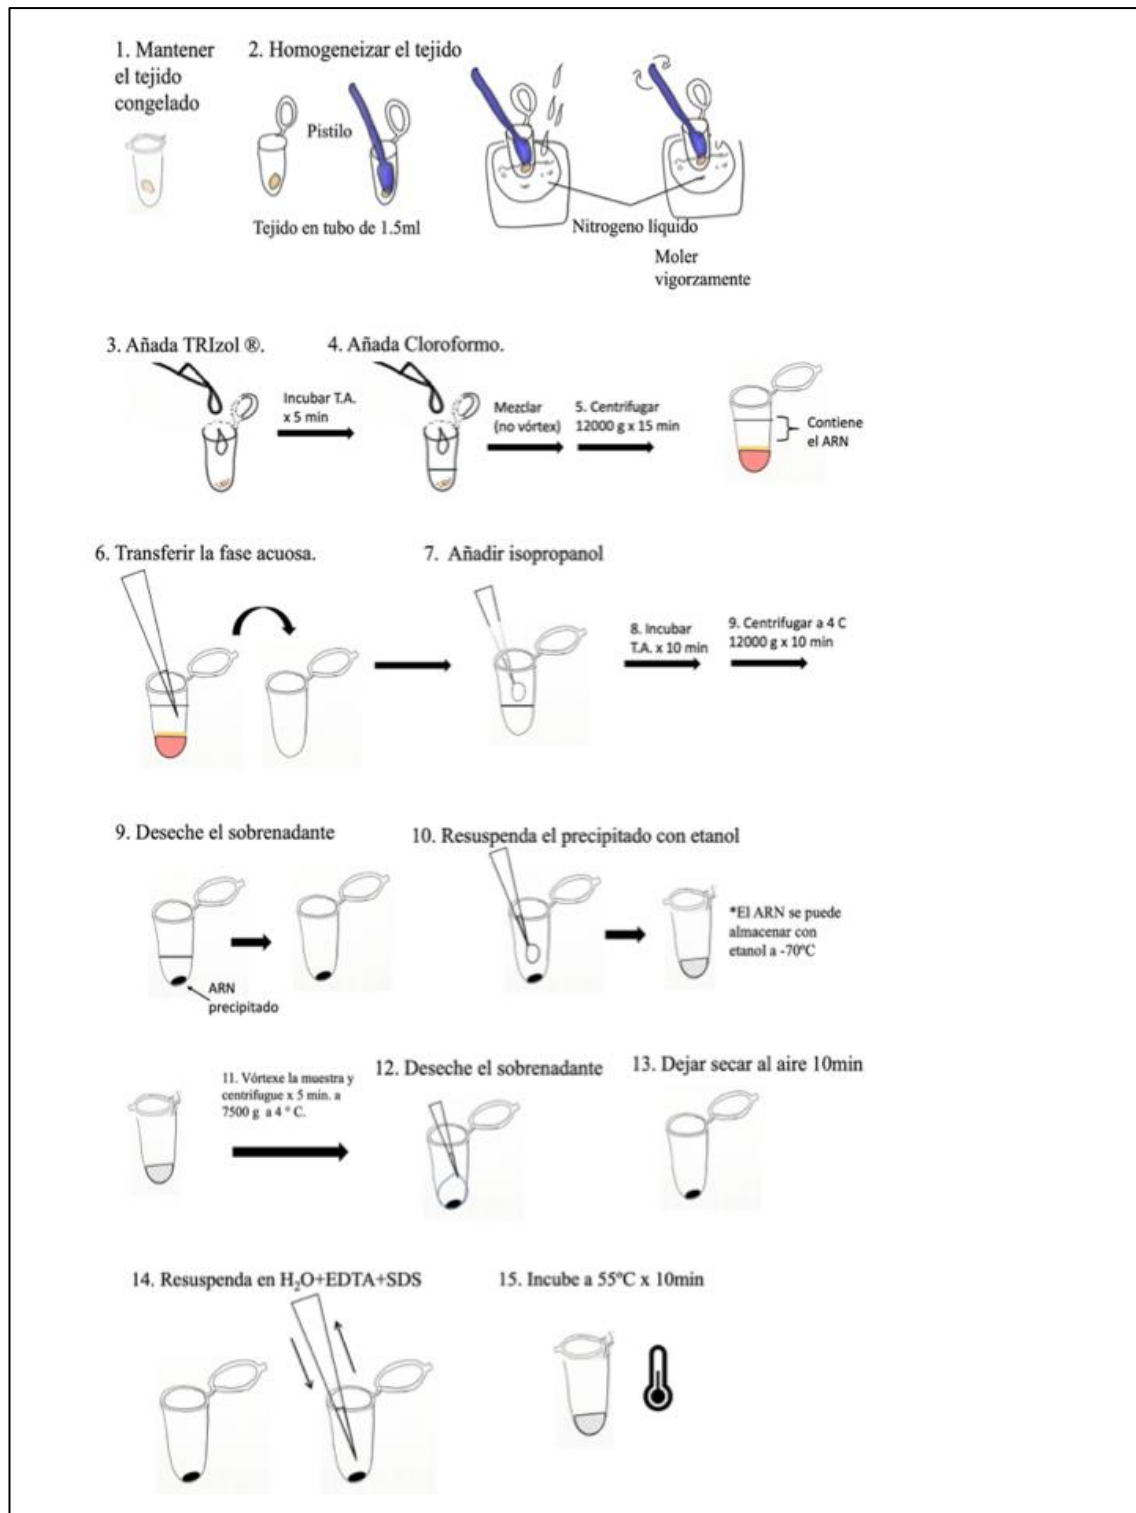

Figura 7.2 Pasos de extracción de ARN.
1. Mantener las muestras congeladas en nitrógeno líquido hasta el momento de la extracción. Los pasos del protocolo se ilustran en la figura 7.2.